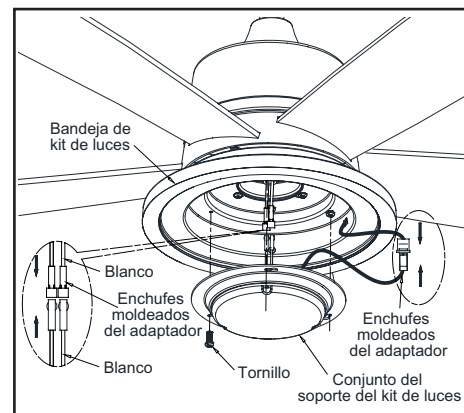

Figura 15
3. Quita un tornillo de la carcasa del kit de luces y afloja, pero no quites, los otros dos. Conecta los cables del conjunto del soporte del kit de luces a los cables del conjunto del motor del ventilador uniendo los enchufes moldeados del adaptador. Coloca con cuidado todos los cables y empalmes dentro de la caja del interruptor. (Figura 15)
las ranuras tipo ojo de cerradura. Gira el conjunto del soporte kit de luces hacia la derecha y aprieta los tornillos. Vuelve a instalar el tornillo que retiraste en el paso 3 y apriétalo firmemente. (Figura 15)